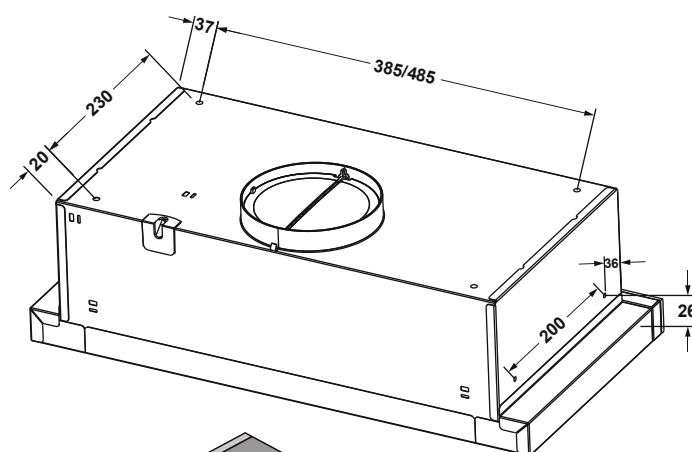

Рис.4
6.6 Крепление вытяжки осуществляется 4 метрическими винтами М5х35, которые вкручиваются изнутри навесного шкафа в резьбовые гайки М5, прикреплены к верхней плоскости корпуса вытяжки (рис.4 / 4.1).